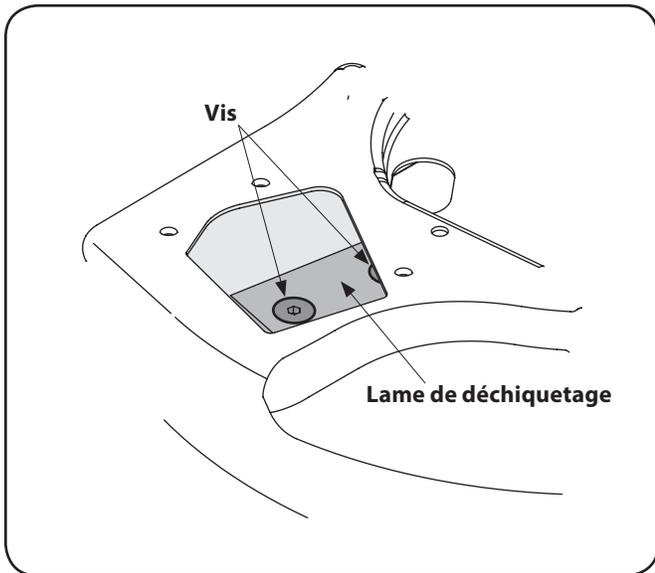

Figure 7-5
- À l'aide d'une clé Allen de $\frac{3}{16}$ " , retirez les quatre vis qui fixent la lame de déchiquetage à la turbine. Ces vis sont accessibles à partir de l'ouverture qui est dégagée après avoir enlevé la trémie d'alimentation. Voir Figure 7-5.